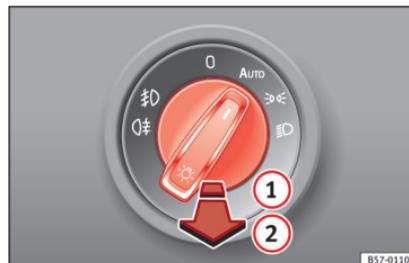

Abb. 131 Instrumententafel: Bedienelement Licht
- Einschalten der Nebelscheinwerfer* ⊘: Ziehen Sie den Lichtschalter aus den Positionen ⊘⊘, ⊘⊘ oder **AUTO** bis zur ersten Rasterung » Abb. 131 ① heraus.
- Einschalten der Nebelschlussleuchte ⊘⊘: Ziehen Sie den Schalter aus der Position ⊘⊘, ⊘⊘ oder **AUTO** vollständig heraus ②.